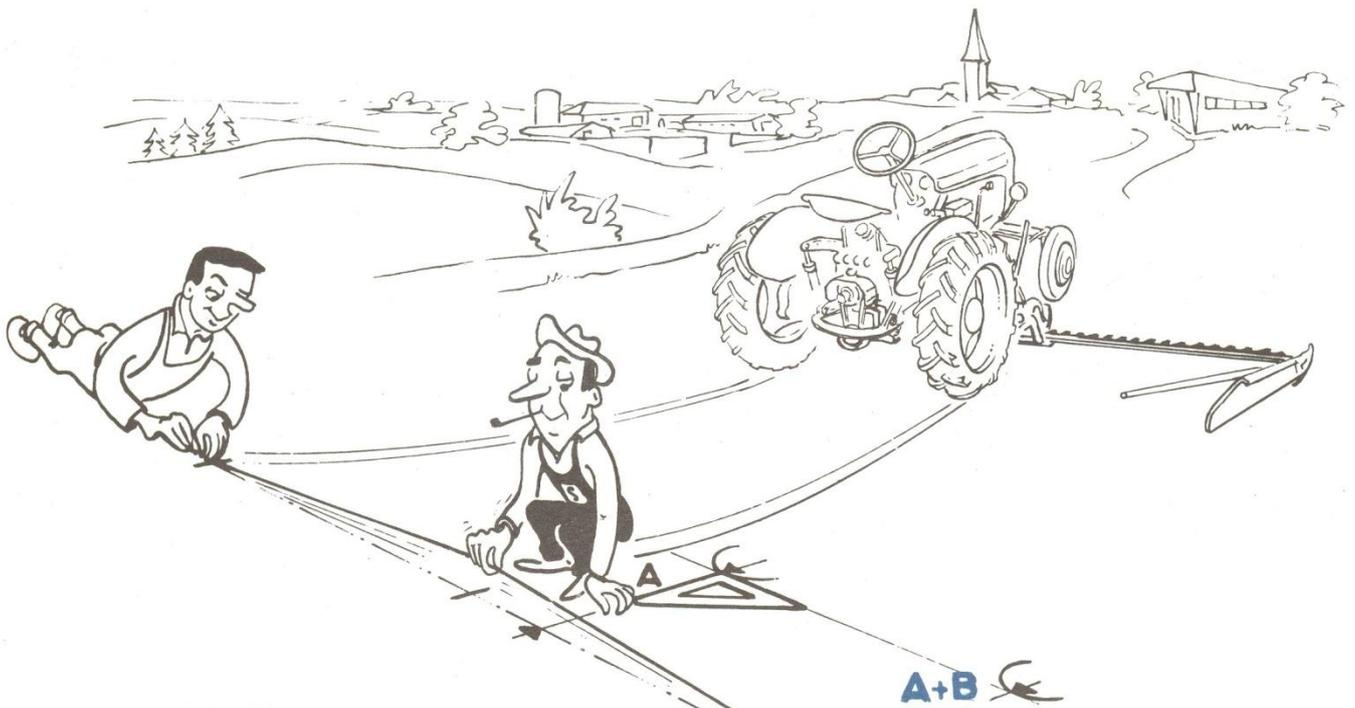

FIG. 19
- Déplacer le tracteur et tracer à l'aide d'un cordeau (fig. 19) les deux droites passant par les repères précédemment marqués; axes des roues motrices et porte-lame.
- Mesurer les distances A et A + B (fig. 19) qui séparent les deux droites à chaque extrémité de la barre (pour éviter une erreur importante, il est recommandé de se servir d'une grande équerre et de tracer les perpendiculaires).
- Si l'avance est bien réglée, on doit trouver une différence B (fig. 19) comparable aux chiffres précédemment notés (4cm pour 1m,67 et 3,5cm pour 1m,52).